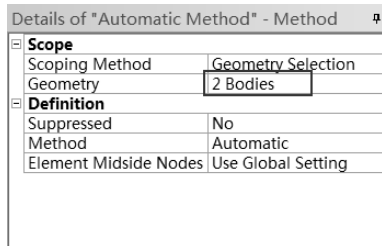

图 5-136 选择需要控制的体
Step5：选择 Details of “Automatic Method”-Method 栏中的 Geometry 选项，选择两个体，单击 Apply 按钮，如图 5-136 所示。